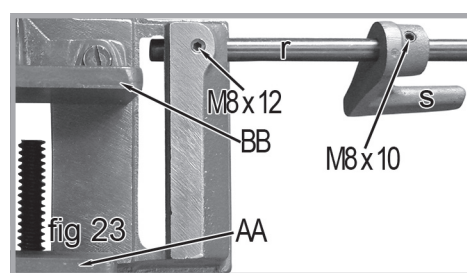

fig 23
3. Poussez sur la tige d'arrêt vers le trou situé en dessous de ce M8 x 12. (Voir une vue plongeante sur l'ensemble de l'étau, fig 23)